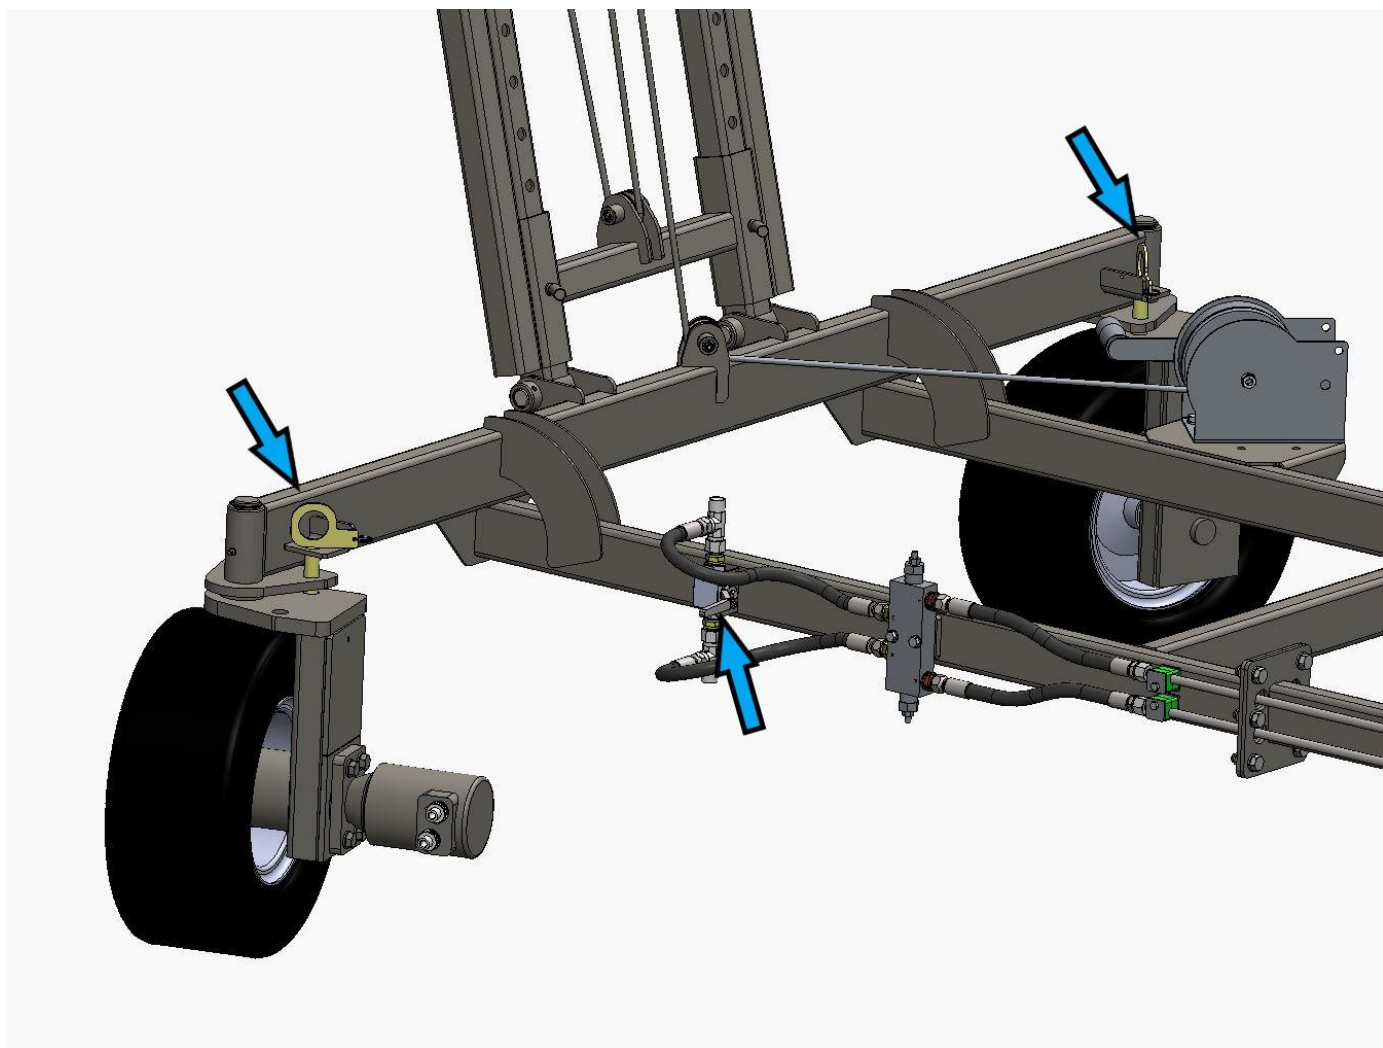

Abb. 5.
1. Heben Sie die Verriegelungsbolzen der Räder (in Abb. 5) in die obere Position und drehen Sie die Räder in die richtige Position (siehe Abbildung 5).
3. Drehen Sie den mit Pfeil gekennzeichneten Hahn (Abb. 5) in die waagrechte Stellung, woraufhin das Hydrauliköl in den Antriebsmotor des Rades fließen kann.